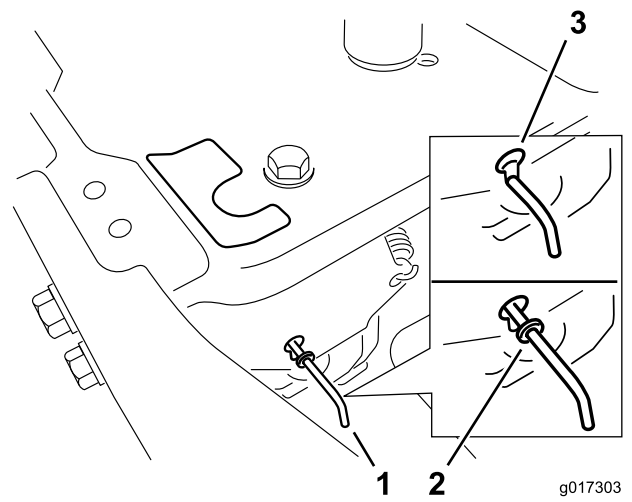

Figura 17
4. Mueva las palancas de desvío hacia delante a través del orificio y hacia abajo para bloquearlas en esa posición (Figura 17).
Mueva las palancas de desvío hacia atrás a través del orificio y hacia abajo para bloquearlas en esa posición, según se muestra en la Figura 17.